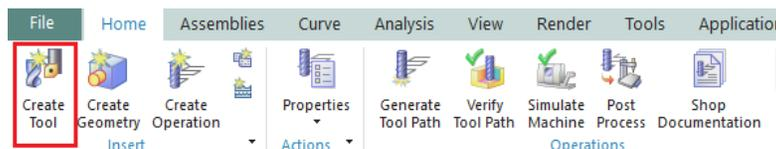

Figura 3.21 Pestaña Home, función Create Tool
- En la **ribbon bar** seleccionar **Create Tool** (Figura 3.21).